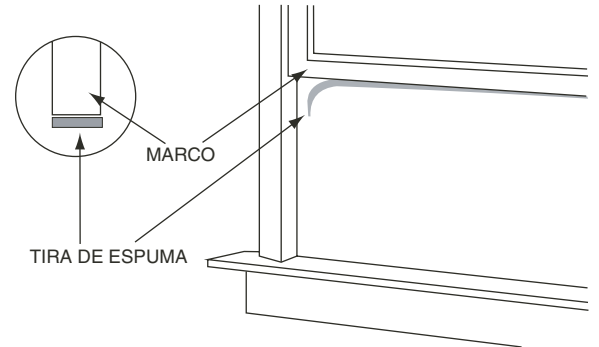

FIGURA 13 — TIRA DE ESPUMA EN EL CANTO DEL MARCO DE LA VENTANA
14. Corte el resto de la tira de sellado (incluida) para poner un pedazo que quepa a lo largo del canto del marco móvil de la ventana. Vea la Figura 13. Después de haber cortado un pedazo, despegue el papel y aplíquelo al canto de la ventana. El pedazo restante de la tira de sellado se usa en el Paso 22.